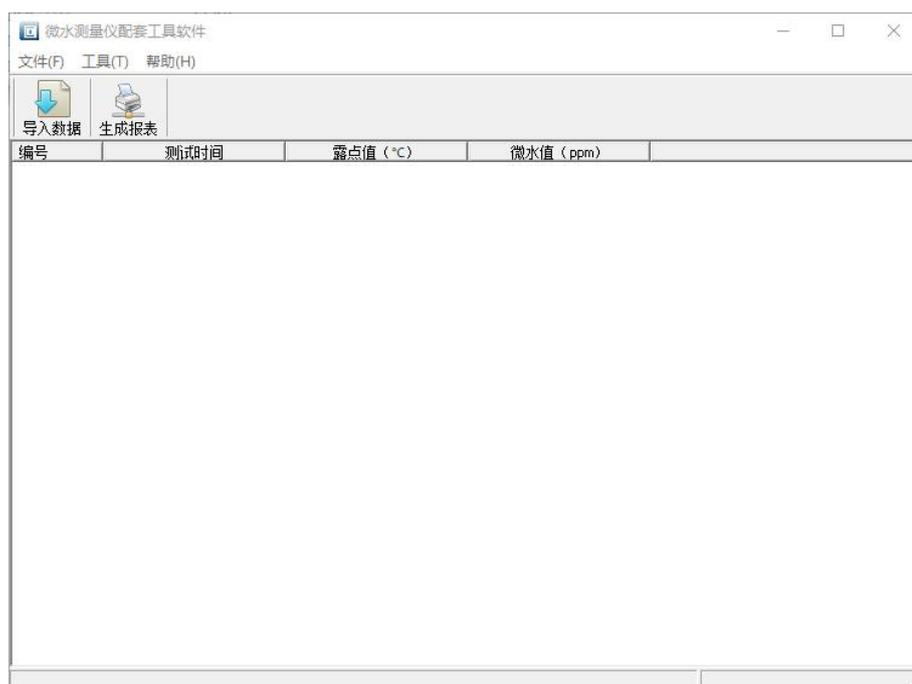

图 16 上位机运行图
(1) 将已从仪器导出数据 U 盘插入到电脑 USB 口，然后双击打开运行 U 盘目录中文件名“WSTEST”的运行程序，运行后如图 16 所示。